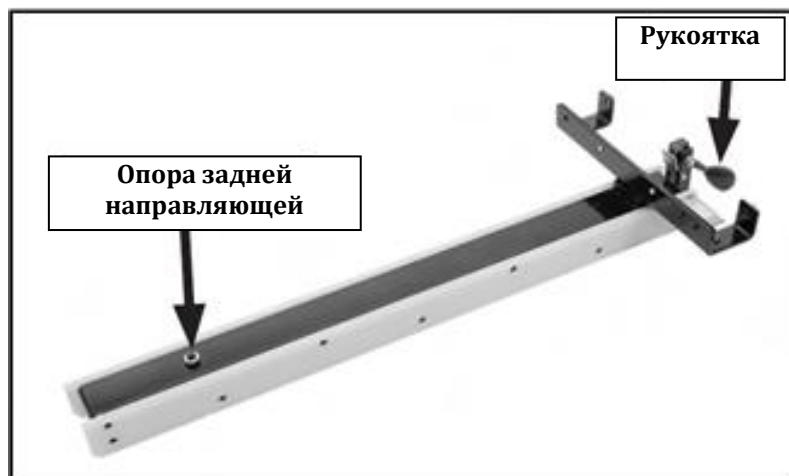

Рис. 11-1. Параллельный упор в сборе
**Примечание:** до установки параллельного упора на направляющую убедиться, что подошва кулачка соприкасается с кулачком на рукоятке фиксатора параллельного упора, в противном случае параллельный упор не будет фиксироваться на направляющей, см. рис. 11-1.